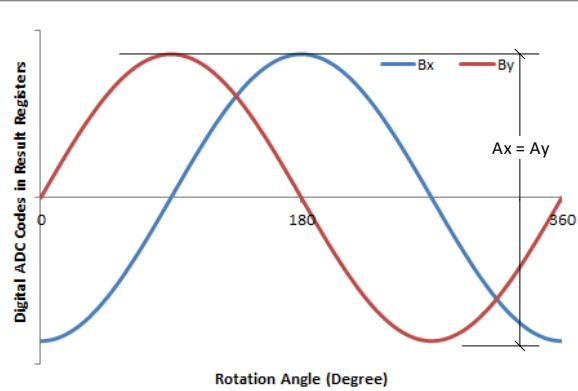
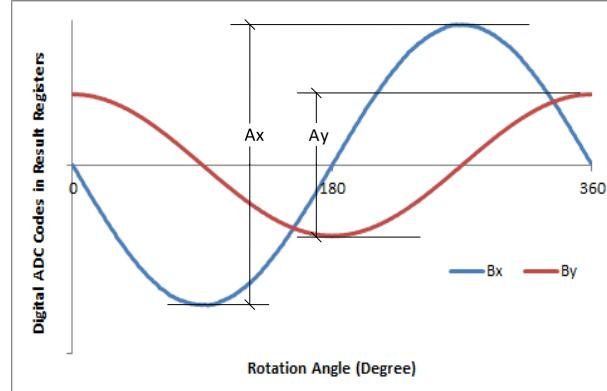

图 8-6. 进行同轴测量时 360 度全方位旋转的 X 和 Y 传感器数据
图 8-7. 进行离轴测量时 360 度全方位旋转的 X 和 Y 传感器数据
3. 测量每个轴 (Ax 和 Ay) 的最大峰峰值 ADC 代码增量，如图 8-6 或图 8-7 所示。